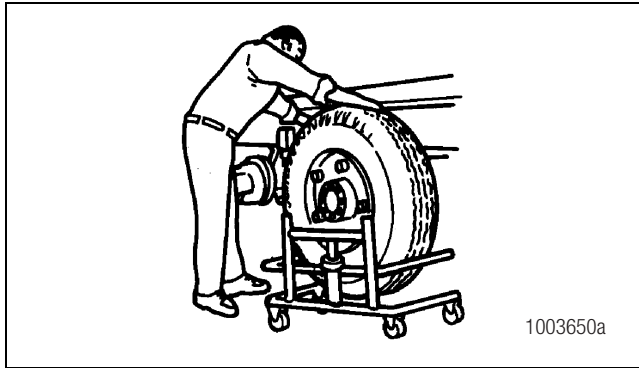

Figura 5.11
3. Use un carrito de ruedas y tire del conjunto del neumático y la rueda RECTO hacia afuera de la maza. Con el carrito de ruedas ayudará a proteger la conexión en T cuando retire y cambie el conjunto del neumático y la rueda. Figura 5.11.